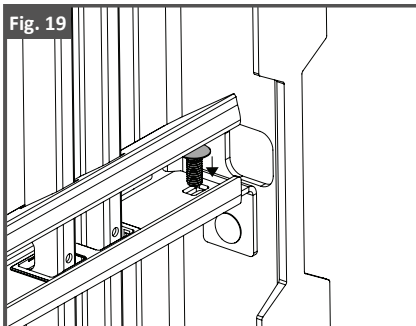

Fig. 20
6. À l'aide de la douille à trois rainures, fixez l'écrou fileté à trois rainures 16 pas de 0,38 po sur le boulon de carrosserie à encolure carrée 16 pas de 0,38 po x 1 po, comme illustré aux fig. 20 et 21.